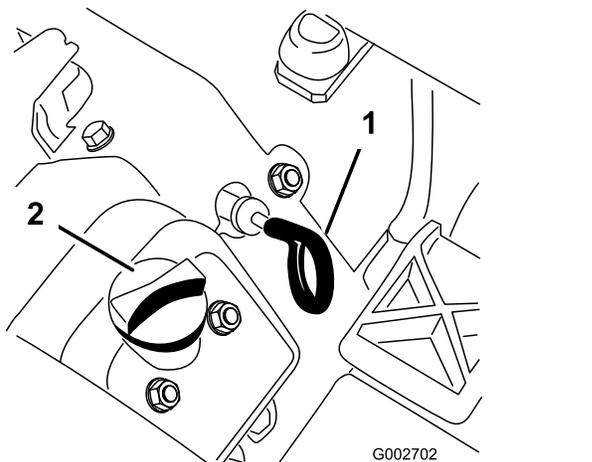

Figure 25
3. Sortez la jauge (Figure 25) et essuyez-la sur un chiffon propre.